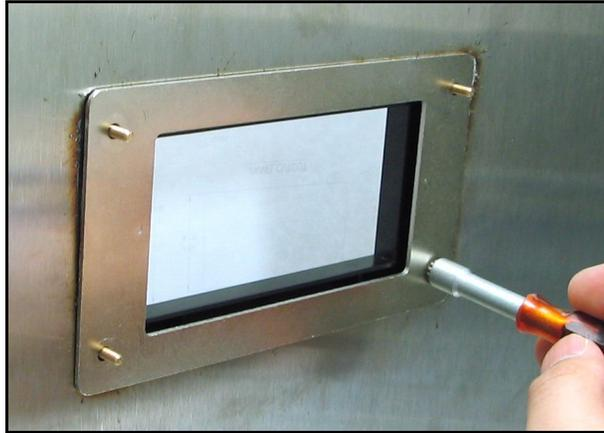
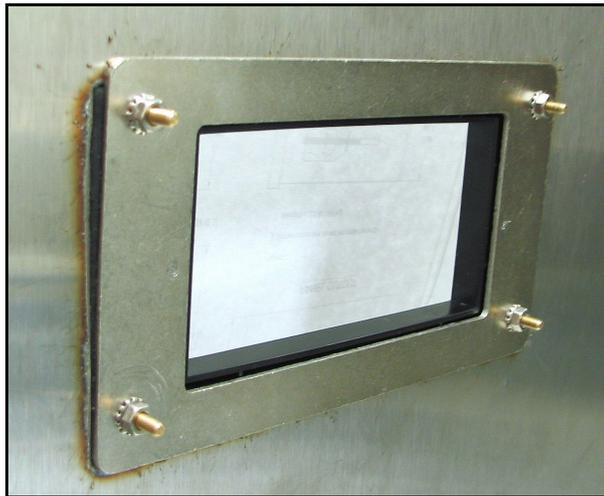

Abbildung 19: Befestigen der Baugruppe an der Tafel
Abbildung 20: Montage der Platten-Baugruppe abgeschlossen
- Schrauben Sie Muttern auf die vier Schrauben und fixieren Sie die Baugruppe an der Tafel (siehe Abbildung 19 und Abbildung 20). Prüfen Sie mit einer Fühlerlehre hinter der Dichtung den Andruck und ziehen Sie die Muttern fest, bis der Spalt $0,81 \text{ mm} \pm 0,05 \text{ mm}$ ($0,032 \text{ Zoll} \pm 0,002 \text{ Zoll}$) beträgt.